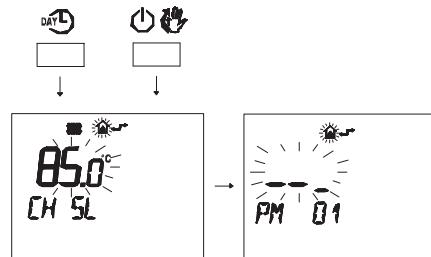

Figura 5.38
- Pulse simultáneamente los botones **DAY** y **OFF** para entrar en la modalidad de programación transparente (Figura 5.38).